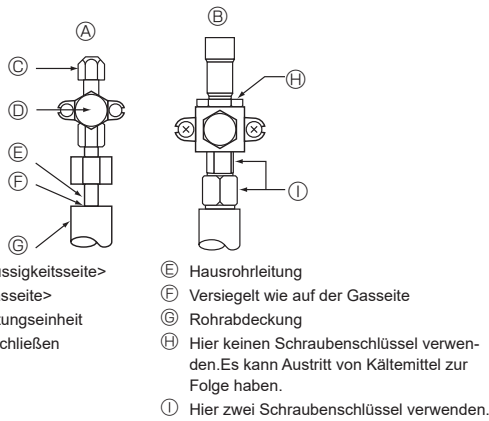

Fig. 4-5
- * Nur Bereich (A) drehen. (Die Bereiche (A) und (B) nicht weitere gegeneinander anziehen.)
- (C) Füllschlauch
- (D) Ausgang der Wartungseinheit
4.4. Verfahren zum Prüfen der Rohre auf Dichtigkeit (Fig. 4-5)